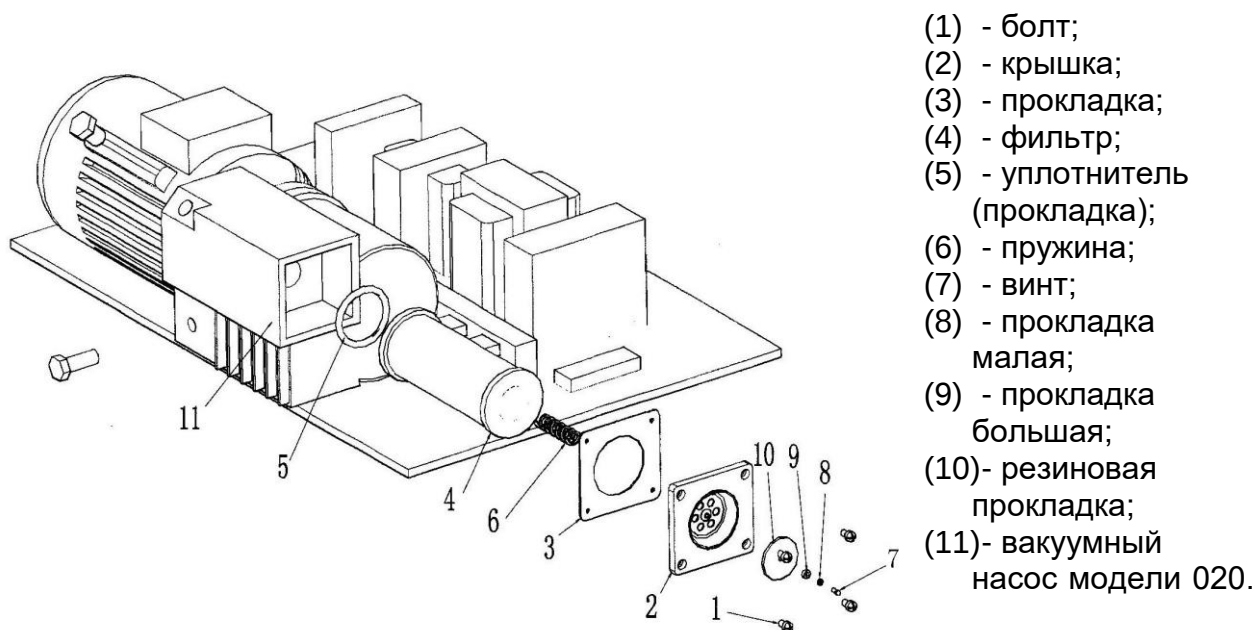

Рисунок 4.14 - Схема элементов вакуумного насоса модели 020
- Проверьте состояние выходных фильтров (Рис.4.14 - 4)
- Очистите крыльчатку (Рис.4.14 – (12)), решётку вентилятора (Рис. 4.14 – (13)) и рёбра радиатора охлаждения (Рис. 4.14 – (14))
- Проверьте работоспособность **выходных фильтров** (Рис. 4.14 - 4)